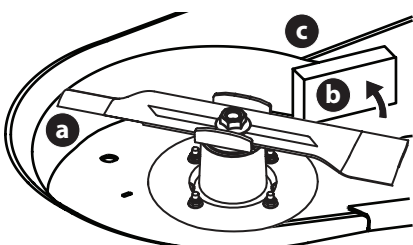

Fig. 44
- Envuelva un extremo de la cuchilla (a) con un paño y sujétela para evitar que gire, o inmovilice la cuchilla (a) colocando un bloque de madera (b) entre la cuchilla (a) y el alojamiento de la plataforma (c) (Fig. 44).